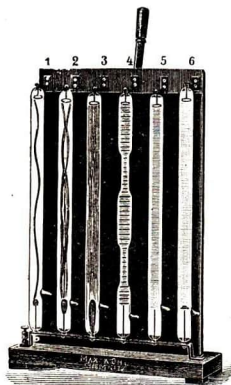

Abb. 378. Vakuumskala
**Vakuumskala** (Abb. 378) zeigen. Diese enthält eine Reihe von gleich langen Röhren, von welchen jede folgende eine etwas höhere Luftverdünnung aufweist.